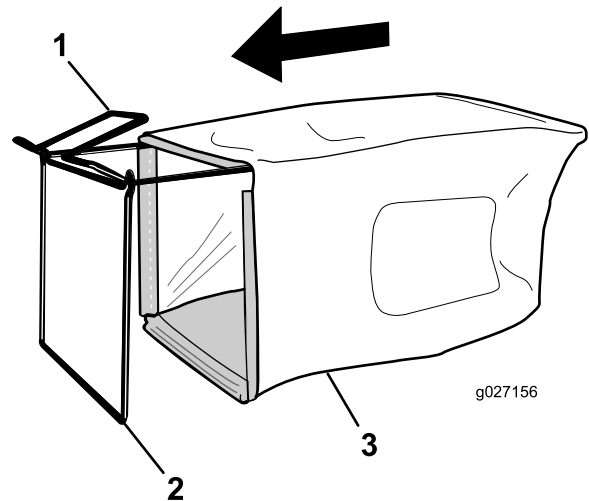

Figura 6
1. Coloque la bolsa de recogida sobre el bastidor, según se muestra en la Figura 6.
Nota: No coloque la bolsa sobre el manillar (Figura 6).